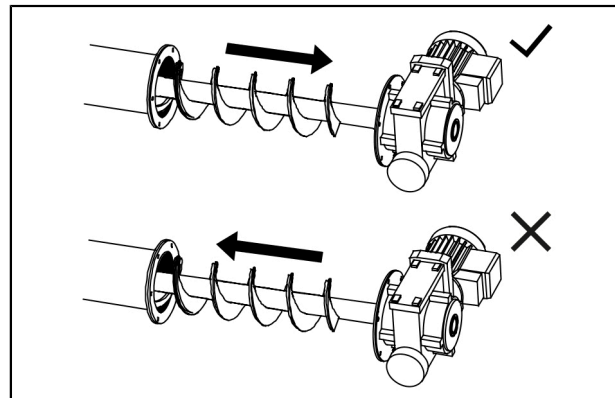

Abb. 3: Korrekte Drehrichtung Siebschnecke
- Korrekte Drehrichtung der Siebschnecke kontrollieren (Richtung Motor, siehe "Abb. 3: Korrekte Drehrichtung Siebschnecke", Seite 18).